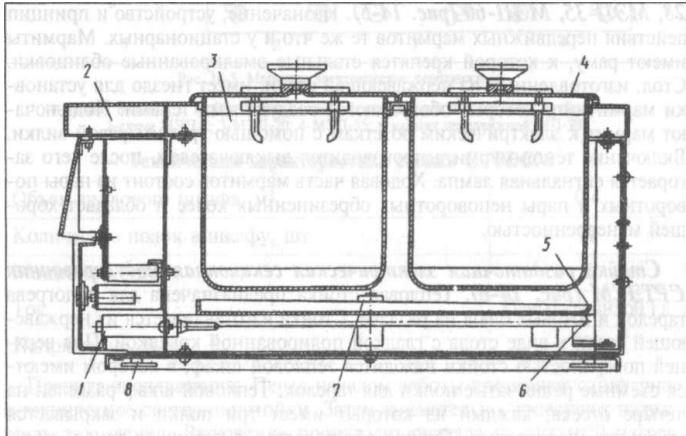

Рис. 14-4. Марmit настольный электрический МНЭ-45:
4. Мармиты настольные электрические МНЭ-22, МНЭ-45 (рис. 14.4) предназначены для сохранения в горячем состоянии первых и вторых блюд. Используются эти мармиты на предприятиях с барным обслуживанием.